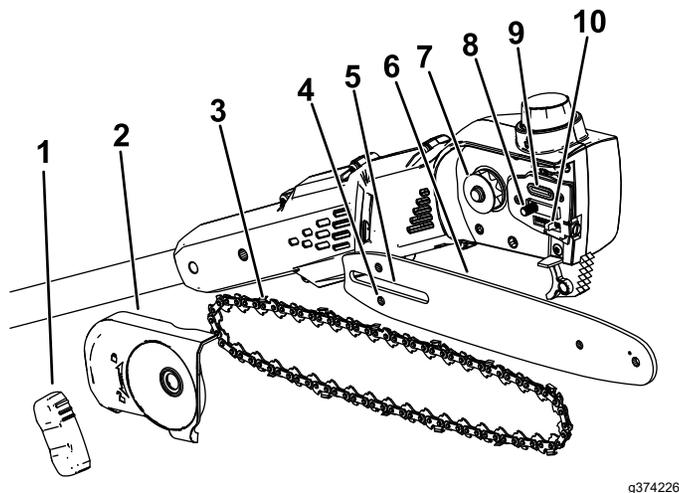

Figure 19
2. Pour retirer le couvercle latéral, tournez le bouton du couvercle du guide-chaîne dans le sens antihoraire jusqu'à ce qu'il soit possible de retirer le bouton, puis retirez le couvercle latéral (Figure 19).
7. Contrôlez la sortie d'huile (Figure 19) et enlevez les débris éventuellement présents.
**Important:** Vérifiez que le goujon de réglage de la chaîne est bien inséré dans la fente correspondante sur le guide-chaîne (Figure 19). Il faudra éventuellement tourner la vis de réglage de tension de la chaîne pour pouvoir passer le goujon dans la fente du guide.